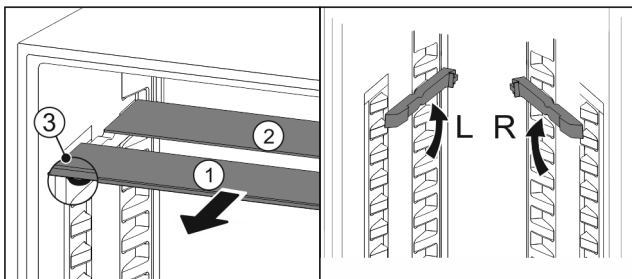

Fig. 61
- ▶ Издърпайте Fig. 61 (1) поотделно стъклените плочи напред.
- ▷ Стъклената плоча Fig. 61 (1) с декоративната лайсна е отпред.
- ▷ Ограничителите Fig. 61 (3) сочат надолу.